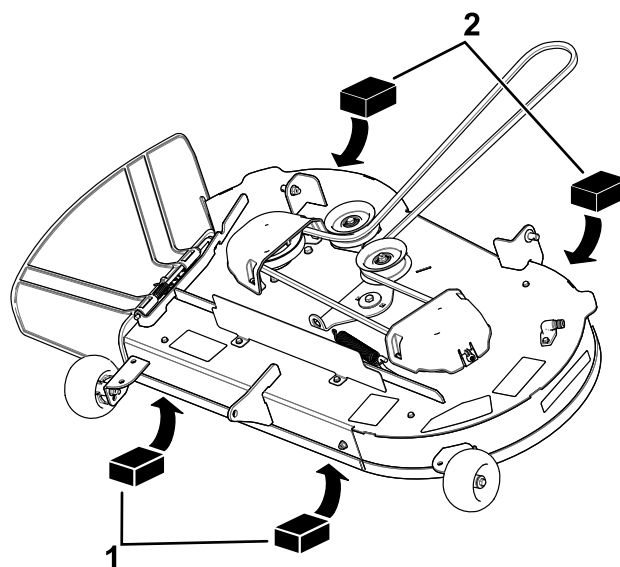

**Figura 67**
5. Măsurai între vârful lamei din față și suprafaa plană și între vârful lamei din spate și suprafaa plană (Figura 66 sau Figura 67).